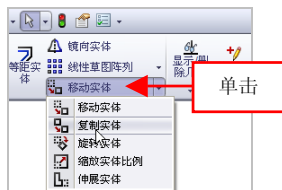

图 3-40 单击【复制实体】按钮
(2) 任意选择一条直线，弹出对话框，单击【编辑草图】按钮，进入草图环境，单击【复制实体】按钮，如图 3-40 所示。